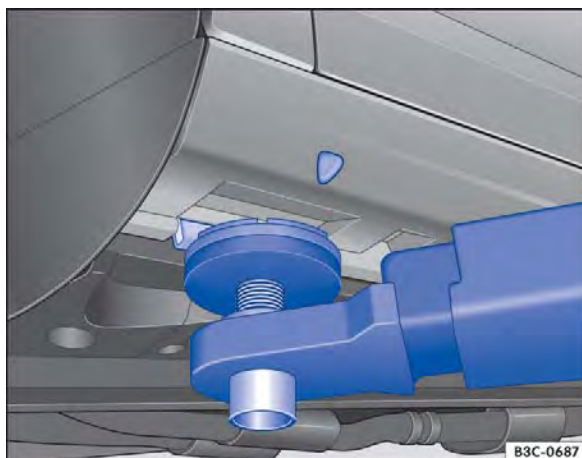
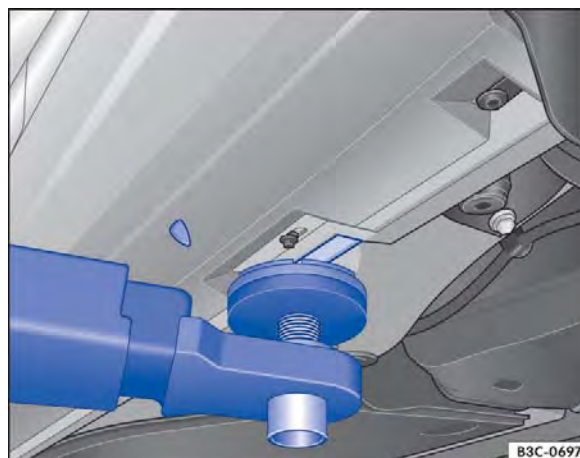

Fig. 213 Pontos de apoio dianteiros para a suspensão com plataforma elevatória ou com macaco.
Fig. 214 Pontos de apoio traseiros para suspensão com plataforma elevatória ou macaco.
O veículo deve ser suspenso somente pelos pontos de apoio indicados nas figuras ⇒ Fig. 213 e ⇒ Fig. 214. Se o veículo não for suspenso pelos pontos de apoio indicados, poderão ocorrer danos no veículo ⇒ ⚠ e ferimentos graves ⇒ ⚠.
- Suspender o veículo somente pelos pontos de apoio indicados nas figuras ⇒ Fig. 213 e ⇒ Fig. 214. Se o veículo não for suspenso pelos pontos de apoio indicados, o veículo poderá cair da plataforma elevatória quando, por exemplo, o motor ou a suspensão for desmontado.